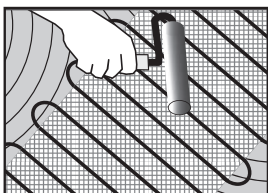

Рис. 24
- 4. Уложите нагревательный мат по схеме укладки.** Уложите нагревательный мат на обогреваемую площадь, следуя схеме укладки. Зафиксируйте нагревательный мат на поверхности скотчем или клеевым раствором. Выведите питающие кабели нагревательного мата к месту расположения терморегулятора через подготовленную в стене штробу (рис. 24).